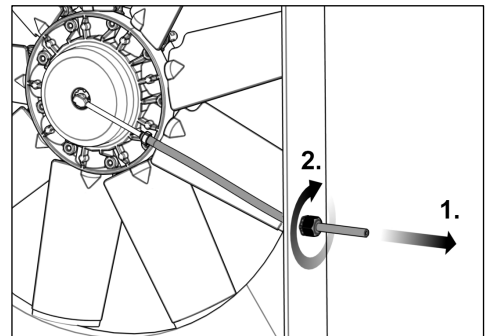

Fig. 31
- 24) Tendrer le flexible de refoulement (voir Fig. 31, étape 1) de sorte qu'une légère rotation du passage tournant soit possible (max. 15°).
- 25) Bloquer le flexible de refoulement à travers la décharge de traction (voir Fig. 31, étape 2).